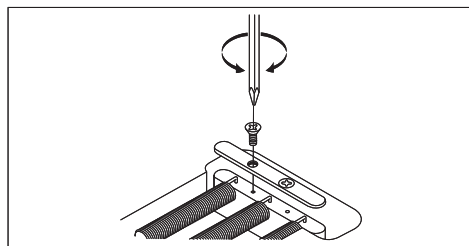

Fig. 27
- \* Il ponte tremolo EDGE-PRO utilizza una barra di bloccaggio delle molle per fissare le molle del tremolo al blocco ponte. Prima di cambiare il numero delle molle o il modo in cui esse sono montate, togliere la barra di bloccaggio (Fig. 27) con un cacciavite a testa Philips (+).